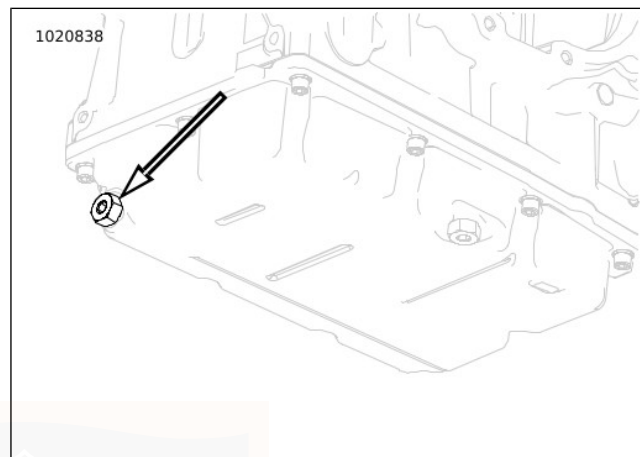

Figura 45. Tappo di scarico dell'olio motore
3. Vedere Figura 45. Rimuovere il tappo di scarico dell'olio (2) e l'anello di tenuta O-ring. Fare defluire completamente l'olio.